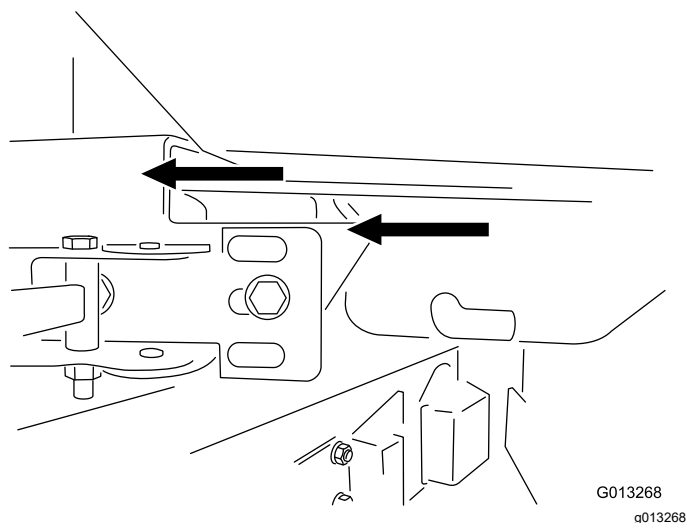

Figura 3
5. Deje la cinta transportadora conectada al dispositivo de giro y, con la ayuda de otra persona, levante el dispositivo de giro a su posición y alinee los soportes de plástico con las flechas de los soportes de montaje (Figura 3).